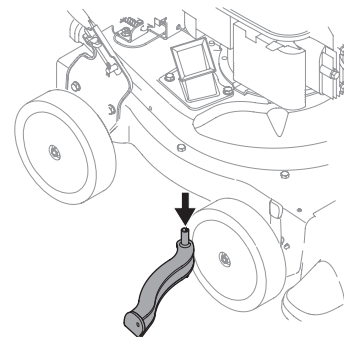

Figure 17
7. Retirez la grille du fléau et grattez les débris ou lavant-la avec de l'eau pour la nettoyer. Voir Figure 17.